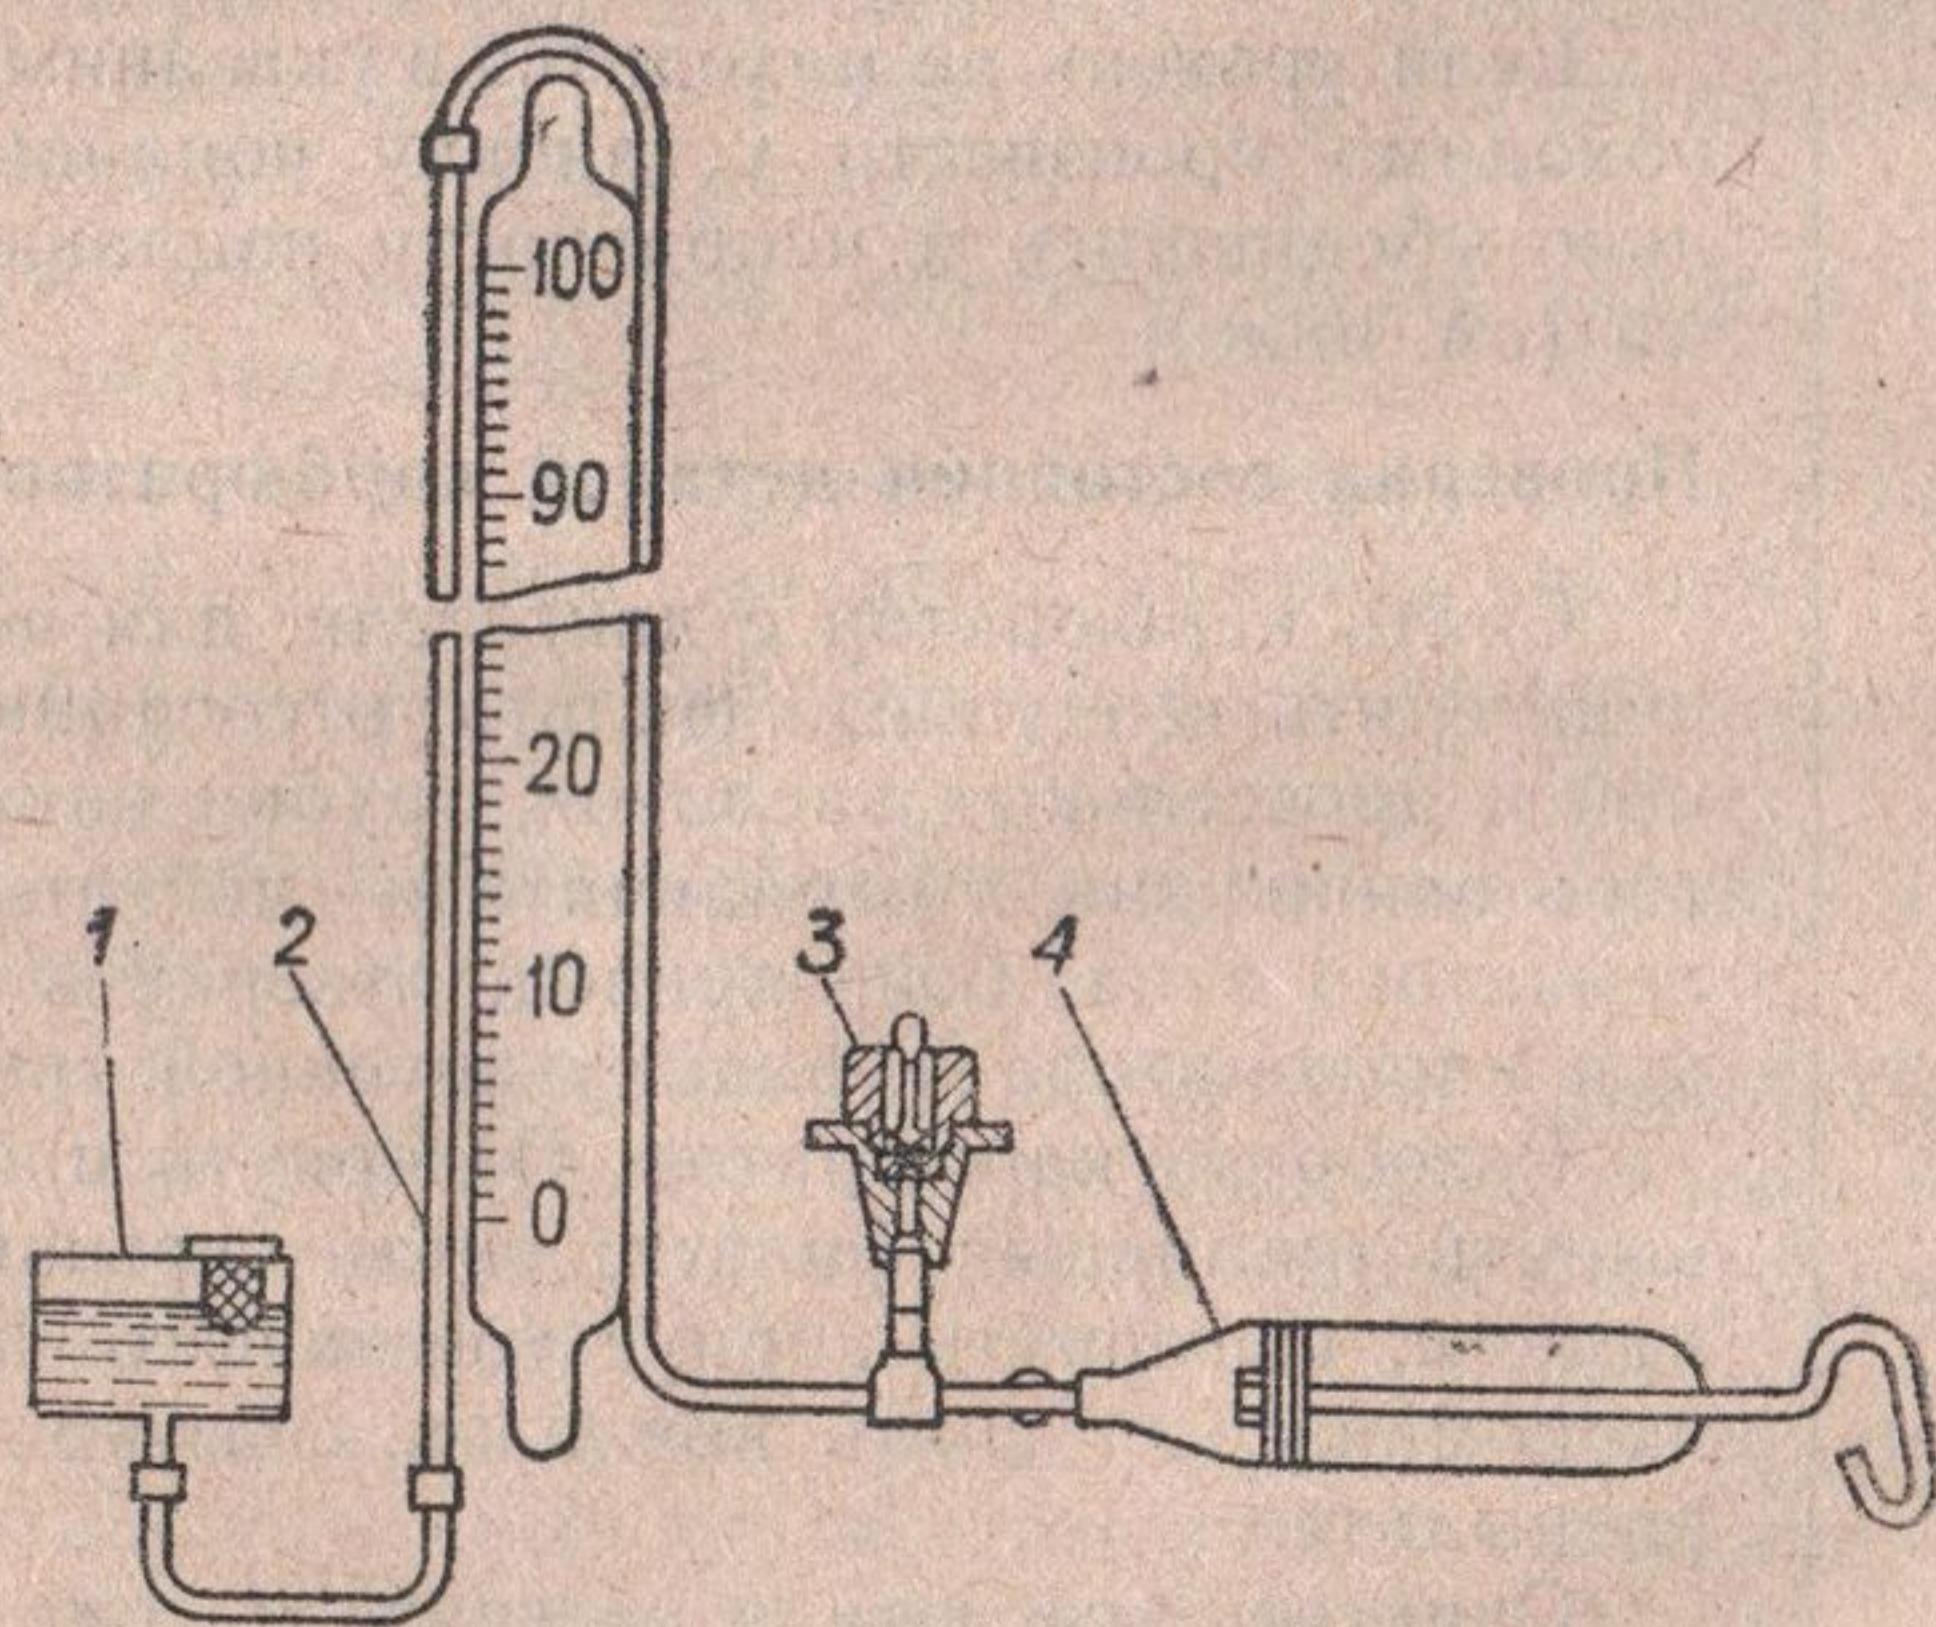

Рис. 39. Схема проверки герметичности клапана:
- 1 Установить клапан на специальном вакуумном приборе, как показано на рис. 39.